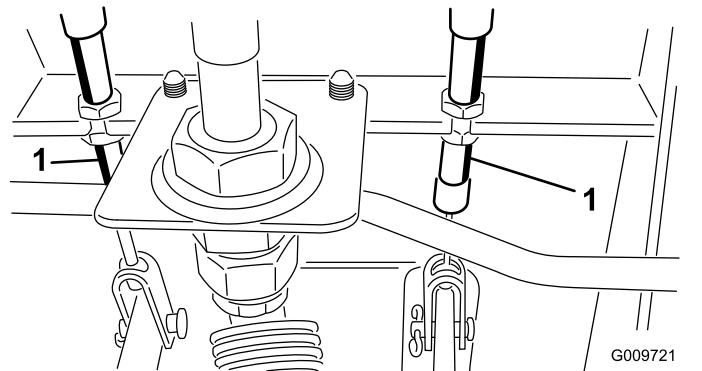

Figure 80
- A. Desserrez l'écrou avant sur l'extrémité filetée du câble de frein (Figure 80).